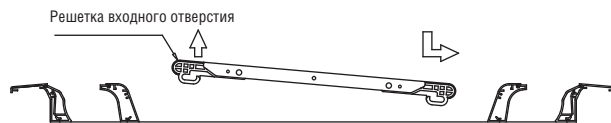

Рис. 5-9
- 1) Поднимите одну сторону решетки вверх, опустите вниз другую сторону и сдвиньте решетку в направлении стрелок, как показано на рис. 5-9.